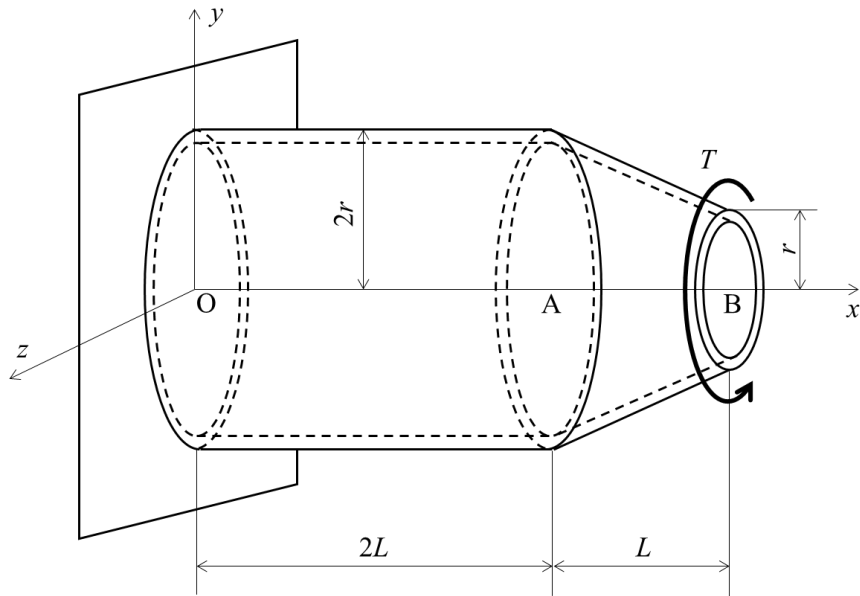

Fig.1.1 薄肉円筒
- (2) (1)の結果を利用して図1.1における断面2次極モーメント $I_p$ の $x$ 方向分布を図示せよ.
- (3) 図1.1における部材表面のせん断応力 $\tau$ の $x$ 方向分布を図示せよ.
(2) (1)の結果を利用して図 1.1 における断面 2 次極モーメント  $I_p$  の  $x$  方向分布を図示せよ。
(3) 図1.1における部材表面のせん断応力  $\tau$  の  $x$  方向分布を図示せよ.